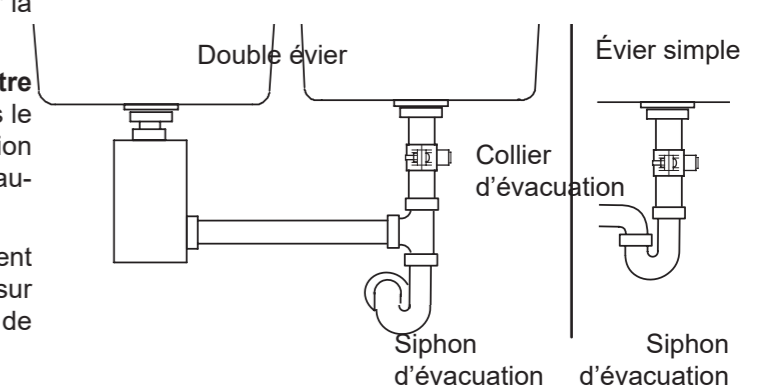

FIG. 8
- **Installer le collier d'évacuation fourni avec votre appareil** (cf Fig. 8 & 10). Celui-ci est à installer dans le cas d'une installation sous évier. Le collier d'évacuation est installé sur le tuyau d'évacuation du robinet au-dessus du siphon. Cf Fig. 9.
Le collier d'évacuation fourni avec l'osmoseur est conçu pour s'adapter à un tuyau d'évacuation de 3.8 cm de diamètre. Dans les étapes qui suivent, vous allez installer le collier d'évacuation au-dessus (en amont) du siphon d'évacuation Cf Fig. 8. Assurez-vous de respecter les exigences locales en matière de plomberie.